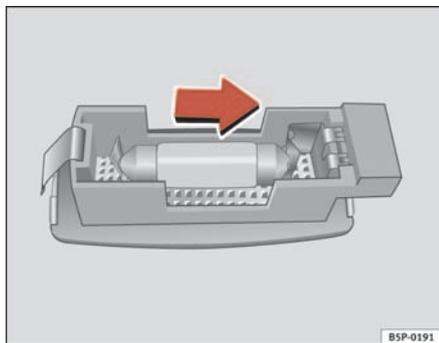

Fig. 197 Desmontaje luz del parasol
- Retire la luz con cuidado, utilizando el destornillador por su parte plana, tal como indica la figura. ⇒ fig. 197.
- Retire la lámpara, moviéndola en el sentido de la flecha y hacia afuera. ⇒ fig. 197 ■